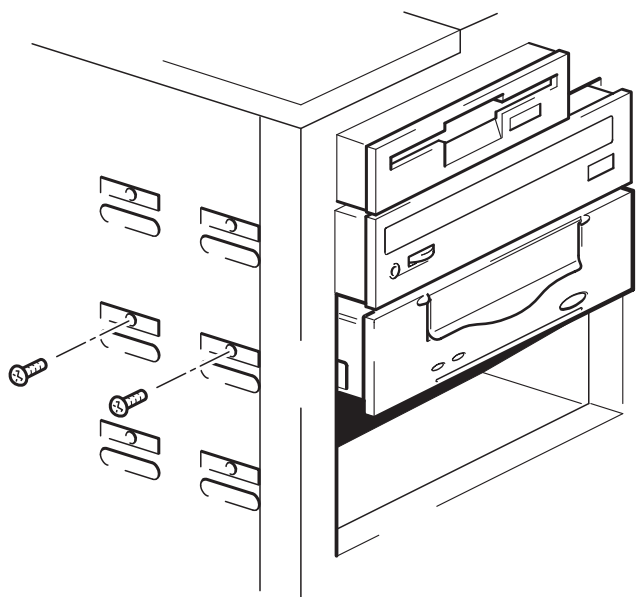

图 9b: 固定磁带机，没有装配件
- 1 固定磁带机。请检查机架上的小孔与磁带机侧面的小孔是否对齐，并使用与导轨套件一起提供的螺丝拧紧磁带机，如图 9b 所示。